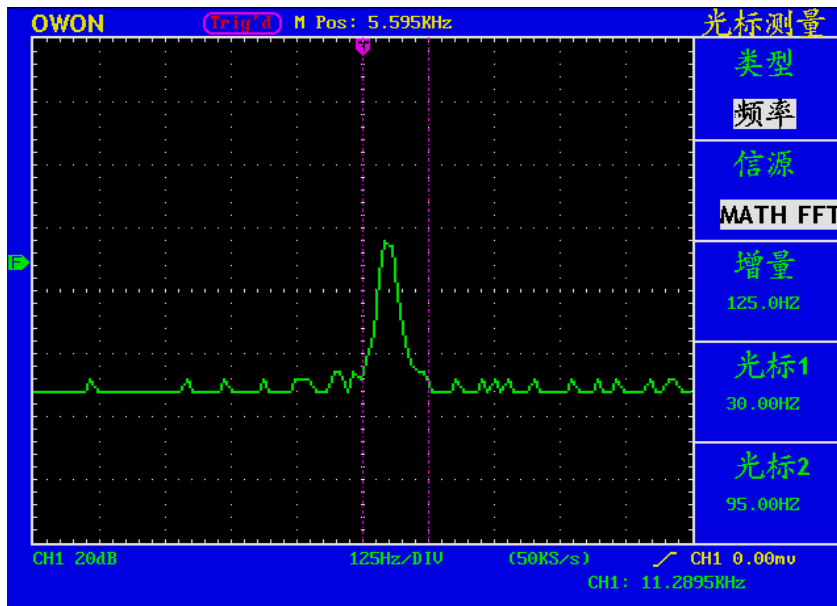

图 75：频率光标测量波形
- 3、根据被测波形调整光标1、光标2的位置，增量窗口显示光标1和光标2之间的周期和频率。光标1窗口显示光标1当前的位置，光标2窗口显示光标2当前的位置。见图75：